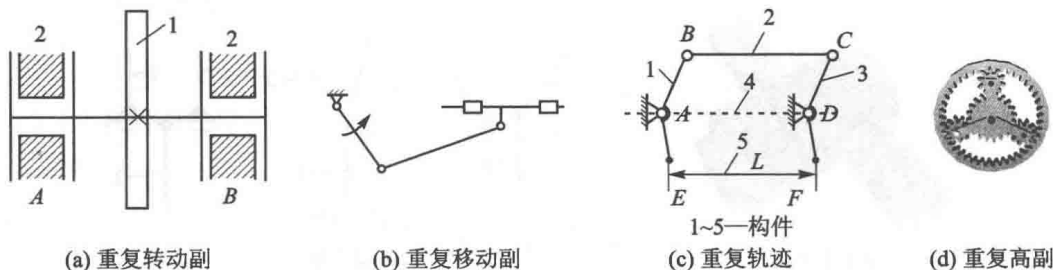

图 1-7 平面机构中虚约束的 4 种情况
① 重复转动副。当两构件组成几个转动副,其轴线相互重合时,只有一个转动副起约束作用,其他处为虚约束,如图 1-7(a)所示。
② 重复移动副。当两构件组成几个移动副,其导路互相平行时,只有一个移动副起约束作用,其他处为虚约束,如图 1-7(b)所示。
③ 重复轨迹。在机构运动的过程中,若两构件两点间的距离始终保持不变,则当用构件将此两点相联时构成虚约束,如图 1-7(c)所示。
④ 重复高副。机构中对传递运动不起独立作用的对称部分(指高副)则为虚约束,如图 1-7(d)所示。